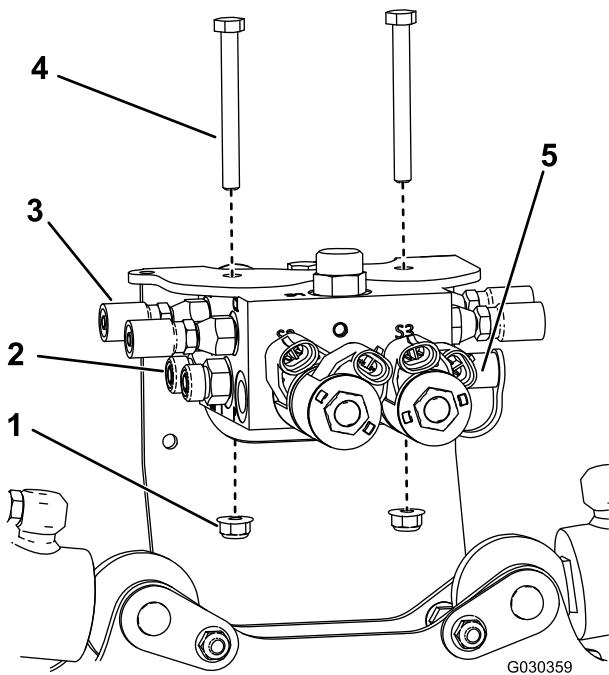

図 5
- 8. 新しい油圧マニホルドブロックのポート C1C4に油圧フィッティングを取り付ける 図 5。
- 9. 新しい油圧マニホルドブロックに、油圧コネクタ2個と計器用ポートを取り付ける 図 5。
- 10. 新しい油圧マニホルドブロックを、バルブ取り付けブラケットに取り付ける先ほど取り外したボルト5/16 x 3インチ2本とロックナット5/16インチ2個を使う 図 5。